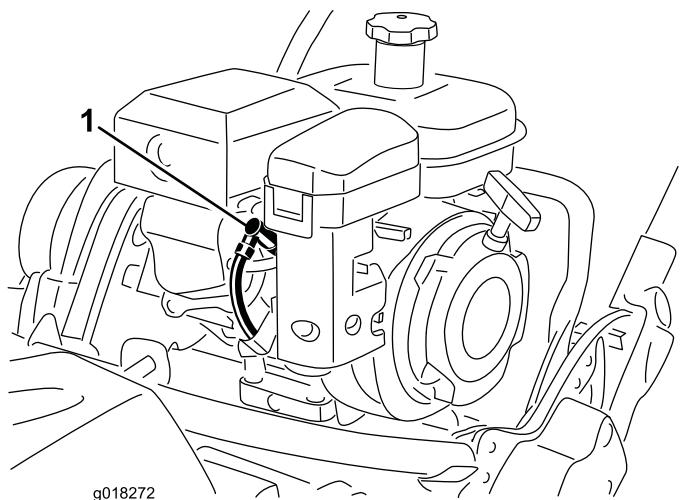

Figure 34
- Débranchez le fil moulé de la bougie (Figure 34).